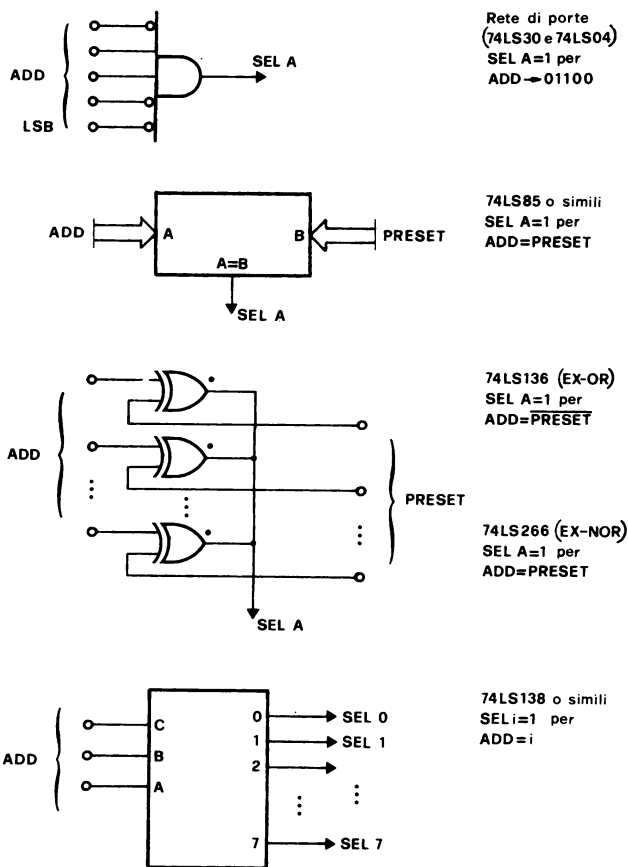

Fig. I.5 - Circuiti per il decodificatore di indirizzo. Nei casi a), b), c) l'indirizzo selezionato è programmabile.
Il comparatore ③ riconosce, dalle linee ADD 7-2, l'indirizzo di scheda (SADD). La selezione di scheda SELA è validata dai segnali VPA e DEN, e diventa il segnale SELB che abilita il decodificatore ① il quale a sua volta seleziona i diversi registri: 4 di ingresso (moduli ① e 4 di uscita (moduli ②). Il blocco ③ è essenzialmente un comparatore e può essere realizzato in diversi modi, ad esempio mediante un apposito integrato, con una rete di OR-esclusivi, con uno o più decodificatori, con un AND e degli inverter e così via. Alcune soluzioni circuitali sono indicate in fig. I.5.